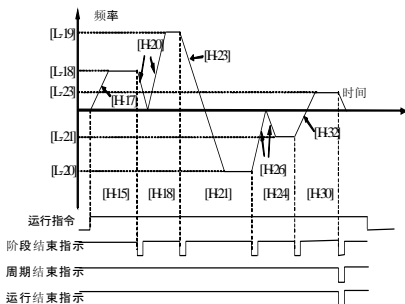

图 5-30 单循环停机模式 (方式 5)
- *5: **单循环停机模式。**变频器运行完每一段速度后，先减速到零频率，再从零频率加速到下一段频率运行，其它动作同方式 1。单循环停机模式如图 5-30 所示。